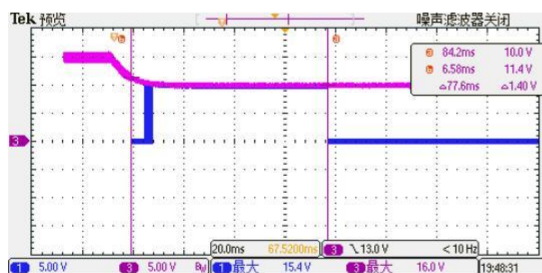

图 4 故障发生逻辑
1、故障发生：FAULT 引脚拉至低电平持续 5ms，随后输出故障编码时间持续 3ms，恢复高电平 72ms；如图 4
2、故障持续：原边欠压故障持续，则 FAULT 一直为低电平；如图 4